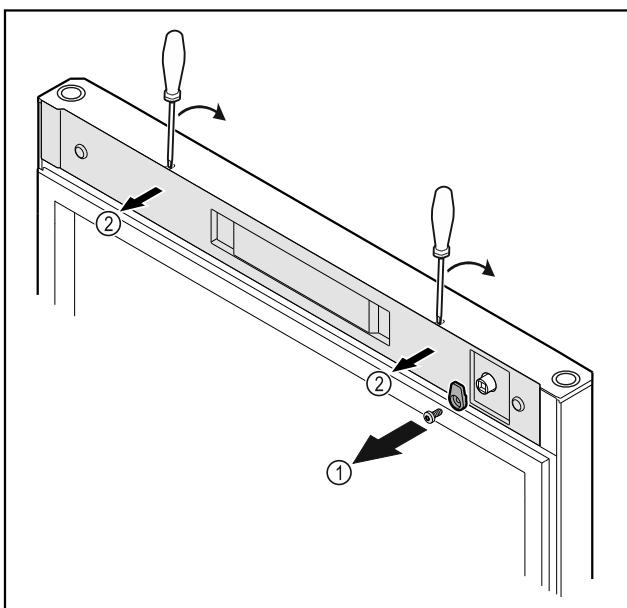

Fig. 18
- Развинете затварящата кука Fig. 18 (1).
- Откопчайте капака Fig. 18 (1) с малка отвертка и го свалете.